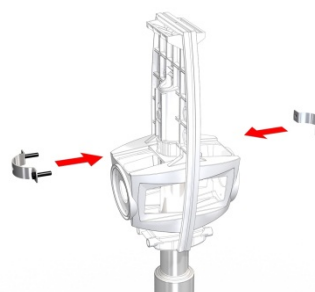

Fig. 9 : colliers de serrage
8. Serrez les colliers de fixation pré-montés en utilisant 2 clés à douilles M10 (Figure 9).